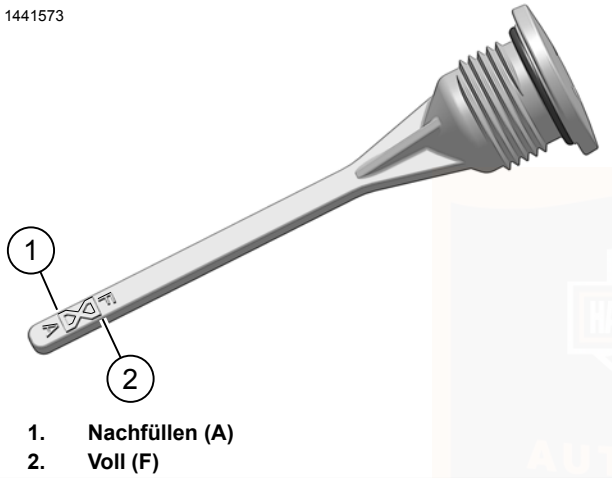

Abbildung 95. Getriebeschmiermittelstand
4. Siehe Abbildung 95. Einfüllverschlussstopfen/Ölmesstab entfernen. Den Schmiermittelstand auf dem Ölmesstab prüfen. Der richtige Ölstand liegt zwischen den Markierungen Add (A) (1) und Full (F) (2).
1. Siehe Abbildung 95. Den Getriebeeinflussverschlussstopfen/Ölmesstab entfernen.
6. Den Schmiermittelstand prüfen. Ausreichend Schmiermittel zugeben, bis der Füllstand zwischen den Markierungen A (Hinzufügen) und F (Voll) liegt. Siehe Abbildung 95.